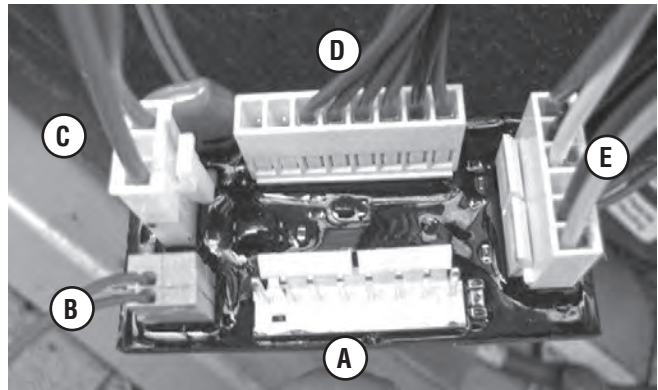

Figura 8
1. Compare sus conexiones con la **Figura 8** para confirmar la instalación adecuada de los cables.